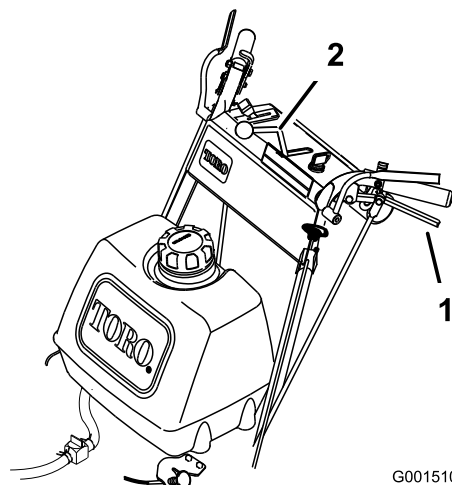

Figura 12
4. Suelte lentamente las palancas de avance para desplazarse hacia adelante (Figura 12).
Para ir en línea recta, suelte las dos palancas uniformemente (Figura 12).
Para girar, apriete la palanca de avance del lado hacia el cual desea girar (Figura 12).
Desde punto muerto, apriete lentamente las palancas de avance para desplazarse hacia atrás (Figura 12).